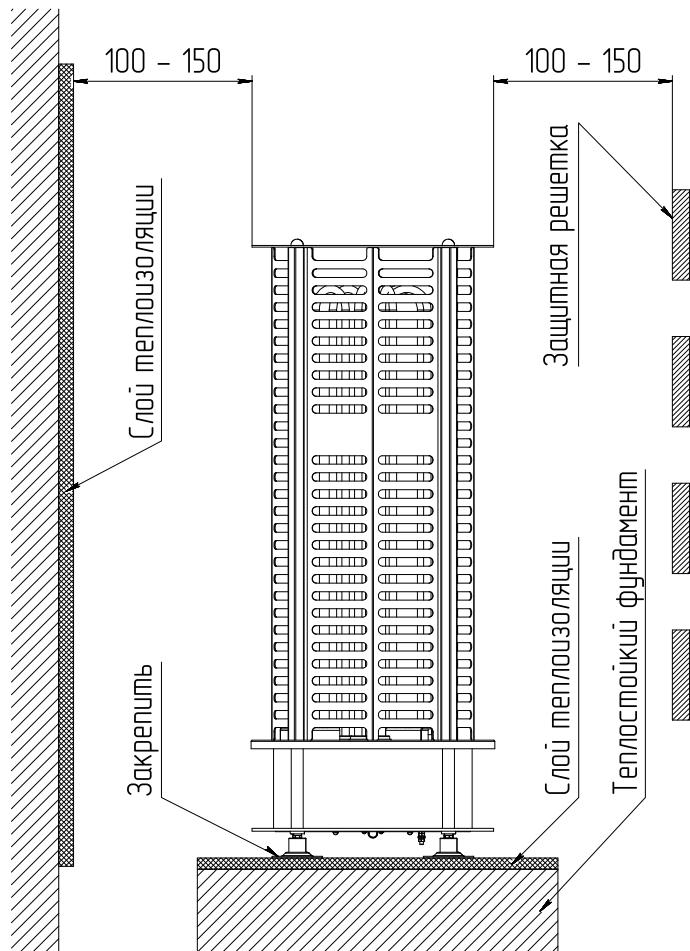

Рис.2 Схема размещения электрокаменки в помещении
- Электрокаменка должна устанавливаться на термостойкий фундамент (**Рис.2**);
Расположение электрокаменки в помещении с учетом необходимого для обслуживания расстояния показано на Рис.2.